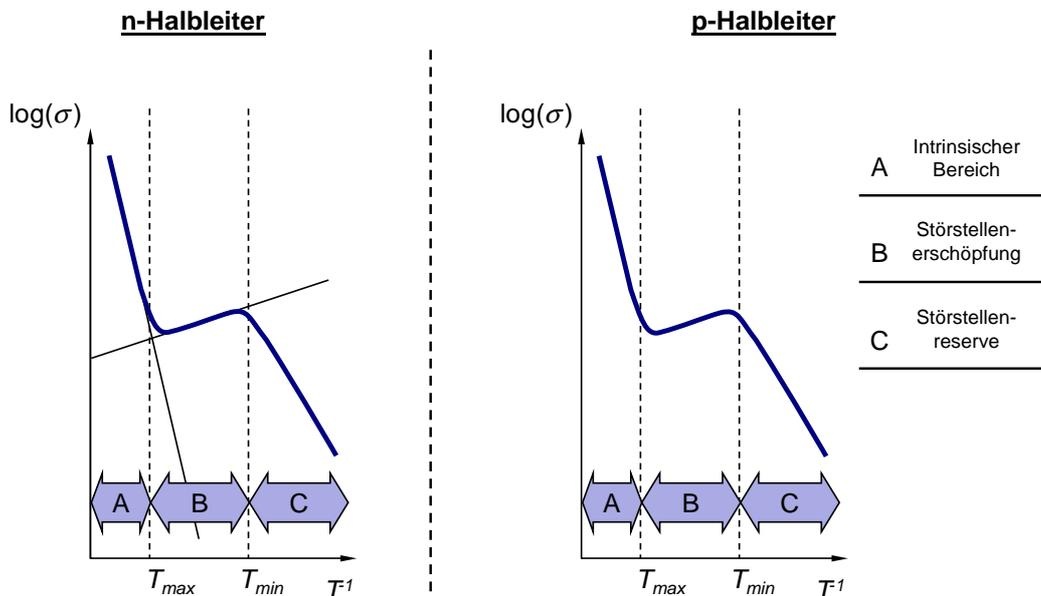

Bild K1-2: Temperaturabhängigkeit der Leitfähigkeit dotierter Halbleiter
b) In *Bild K1-2* ist der typische Temperaturverlauf der Leitfähigkeit eines n-dotierten Halbleiters gegeben. Zeichnen Sie qualitativ den entsprechenden Temperaturverlauf für einen p-dotierten Halbleiter. Weisen Sie zudem die Bereiche für Störstellenreserve, Störstellenerschöpfung, sowie den intrinsischen Bereich korrekt zu. (2 Punkte)